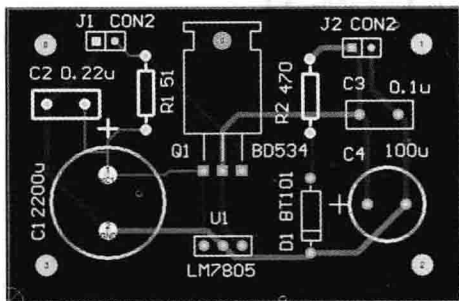

图 1-2 印刷电路板图
(2) 印刷电路板设计模块。印刷电路板 PCB 设计模块是由电路原理图到制作印刷电路板的桥梁,设计了电路原理图后,可以利用印刷电路板设计模块完成复杂印刷电路板图的设计。印刷电路板是用于安装电子元件组成电器产品的底板,图 1-2 为一张由 PCB 设计模块设计的印刷电路板 PCB 图。